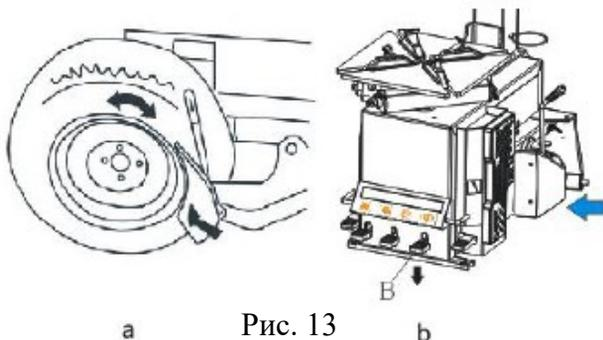

Рис. 13
- Поместите шину между отжимной лопаткой и резиновым буфером и удерживайте лопатку между бортом и ободом, около 1 см до борта (Рис. 13-а). Надавите на педаль управления отжимным цилиндром В (рис. 13-б), пока шина не отойдет от обода.